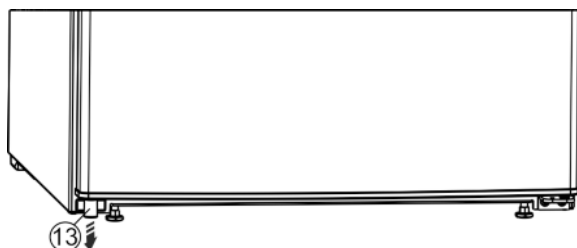

Fig. 4
- ▶ Retirer la butée Fig. 4 (13) de la porte en bas à gauche.